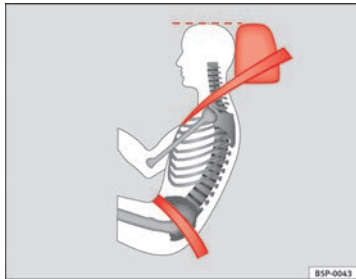

Abb. 13 Richtiger Gurtbandverlauf und richtige Kopfstützeinstellung von der Seite betrachtet
- Das Beckengurtteil des Sicherheitsgurtes muss vor dem Becken verlaufen und niemals über dem Bauch. Dabei muss der Gurt flach und fest am Becken anliegen ⇒ **Abb. 13.** Ziehen Sie das Gurtband gegebenenfalls etwas nach.